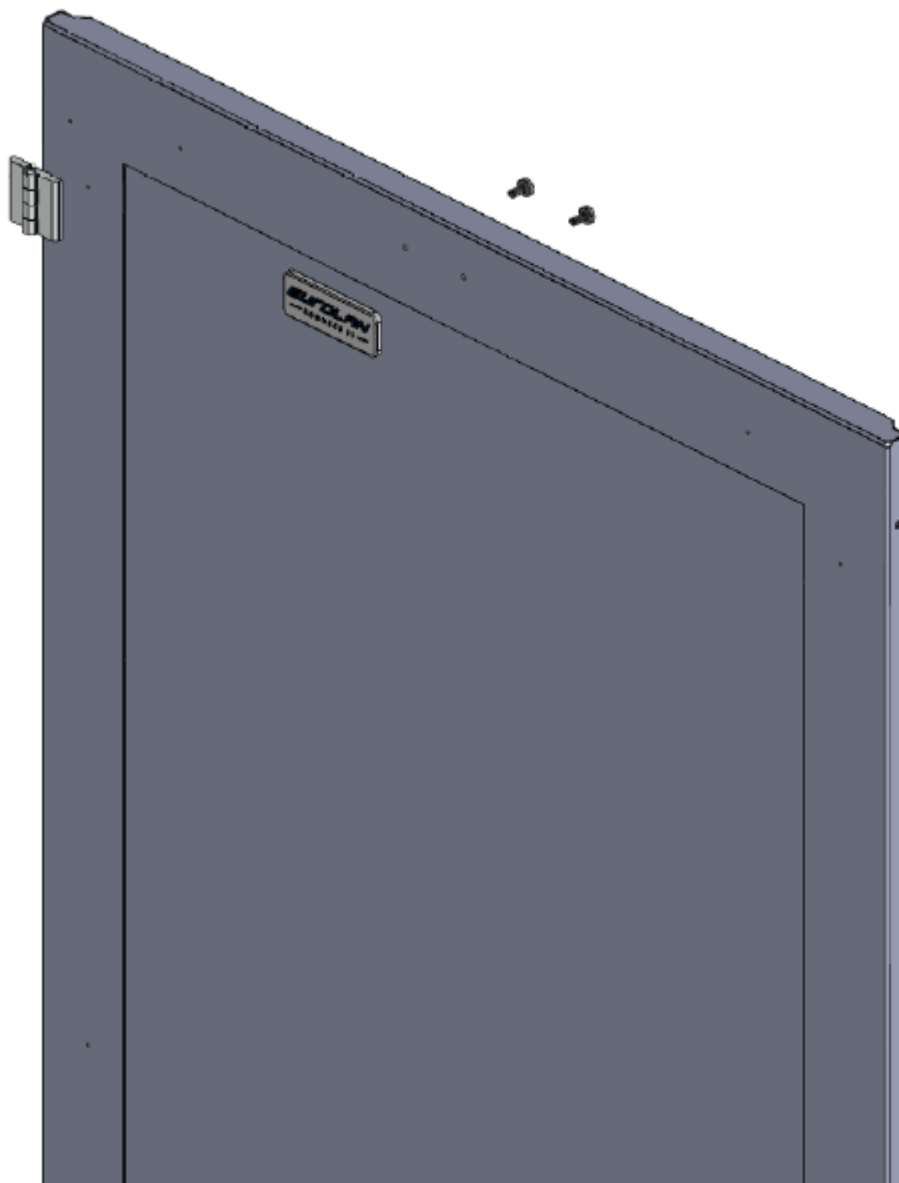

Рисунок 9. Крепление логотипа на дверцу шкафа.
9. Установите логотип компании на 2 винта М3 на дверце шкафа (рисунок 9).